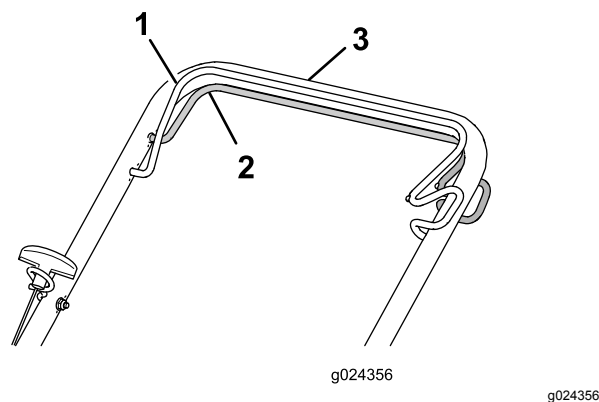

Figura 16
- **Per inserire la trazione automatica:** tirate la barra della trazione automatica verso la stegola e tenete premuto (Figura 16).